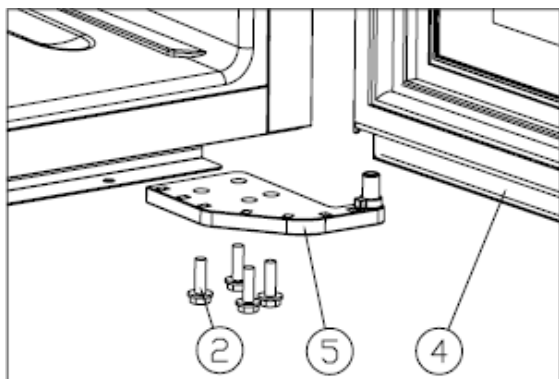

Figura 2
- Afloje los tornillos (2), retire la bisagra inferior derecha (5), y retire la puerta. [Figura 2].